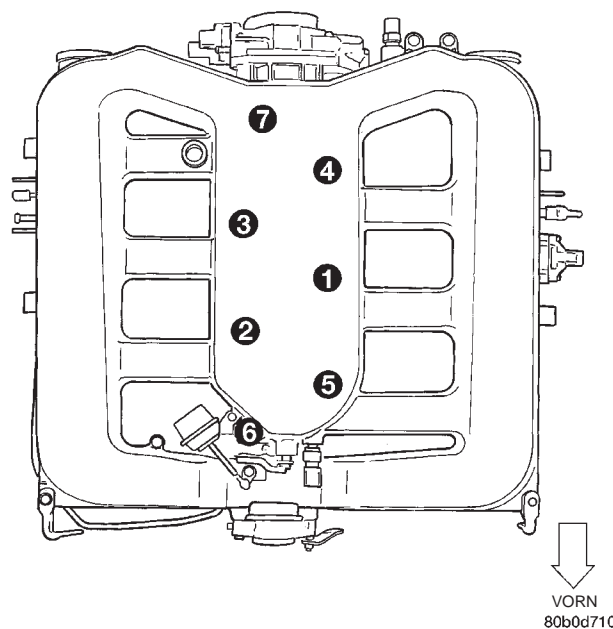

Abb. 11 Anzugsreihenfolge für Ansaugkrümmer-Oberteil
(3) Den Ansaugkrümmer ansetzen und sämtliche Befestigungsschrauben zunächst von Hand eindrehen.
(4) Die Schrauben mit nach und nach zunehmendem Anzugsmoment in der in (Abb. 11) gezeigten Reihenfolge festziehen, bis ein Anzugsmoment von 12 N·m (105 in. lbs.) erreicht ist.